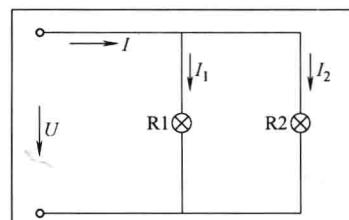

图 1-12 例题 10 图
**例题 10** 如图 1-12 所示，在 220V 的电源上并联着两盏电灯，它们在点燃时的电阻分别为  $R_1 = 484\Omega$ ,  $R_2 = 1210\Omega$ ，计算这两盏电灯从电源取用的总电流。